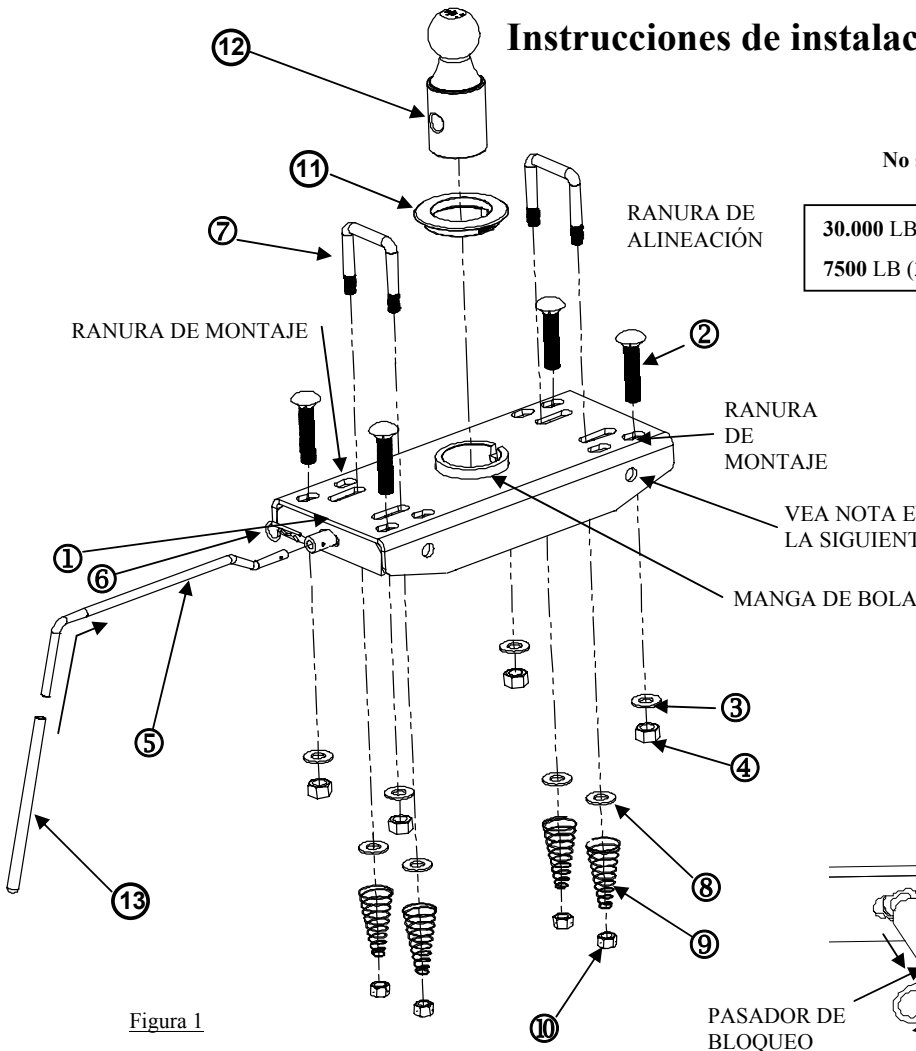

Figura 1
- Desde la parte inferior del vehículo, instale las arandelas planas de 1/2", los resortes del perno en U y las tuercas de bloqueo de 1/2" (VER LA FIGURA 1 Y 2). Apriete las tuercas de manera que un mínimo de 3 roscas queden visibles en las tuercas.